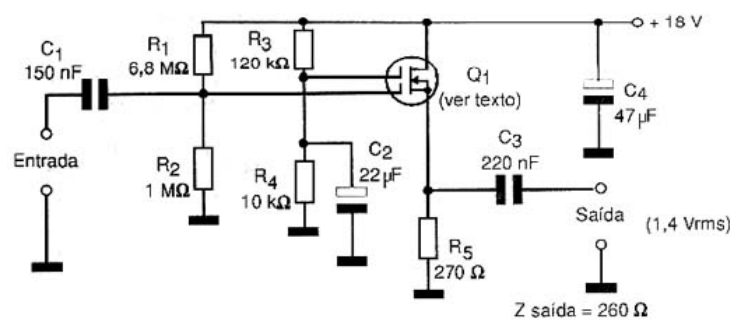

Figura 7: Circuito do seguidor de fonte.
- **SEGUIDOR DE FONTE:** Um seguidor de fonte é um amplificador que tem um ganho de tensão unitário, porém uma elevadíssima impedância de entrada e uma impedância muito baixa de saída. O circuito da figura 7 mostra uma aplicação deste tipo que pode ser considerada equivalente ao seguidor de tensão normalmente feito com amplificadores operacionais.